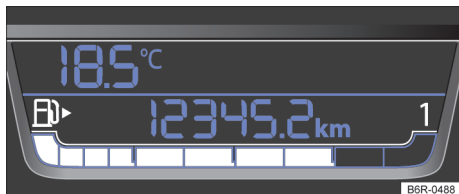
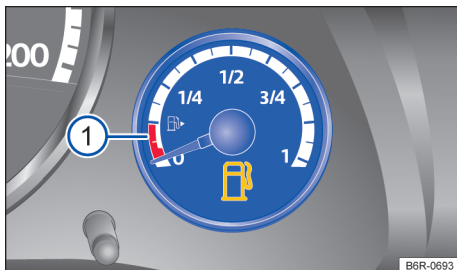

Fig. 14 No display do instrumento combinado: indicador do nível de combustível (variante 1).
Fig. 15 No instrumento combinado: indicador do nível de combustível (variante 2).
O indicador do nível de combustível pode ser diferente conforme o modelo do veículo → Fig. 14 ou → Fig. 15. ▶
| Pisca por aproximadamente 10 segundos ^{a)} | Nível das barras → Fig. 14 | Causa possível / Solução → ⚠ |
a) Válido somente para veículos com indicador do nível de combustível no display do instrumento combinado → Fig. 14.
| Acesa ^{a)} | Posição do ponteiro → Fig. 15 | Causa possível / Solução → ⚠ |
a) Válido somente para veículos com indicador do nível de combustível no instrumento combinado → Fig. 15.
A pequena seta ao lado do símbolo da bomba de combustível no mostrador → Fig. 14 ou → Fig. 15 indica de que lado do veículo está a portinhola do tanque de combustível. ◀